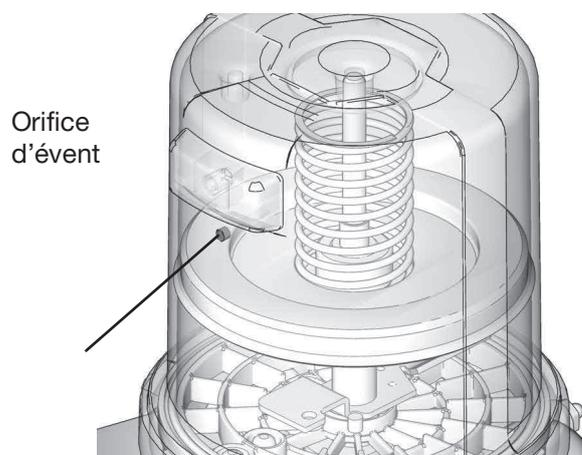

FIG. 9
3. Remplissez le réservoir de graisse jusqu'à ce que le joint du plateau suiveur perce l'orifice d'évent (FIG. 9) et que la majorité de l'air soit expulsée du réservoir.